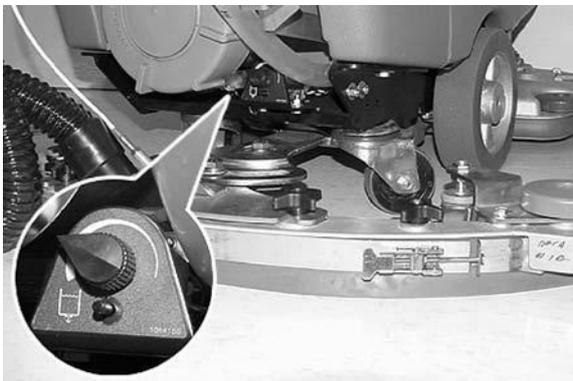

ABB. 19
8. Drehen Sie beim herkömmlichen Schrubben den Regler für die Frischwasserzufuhr auf die gewünschte Dosierung (Abbildung 19).